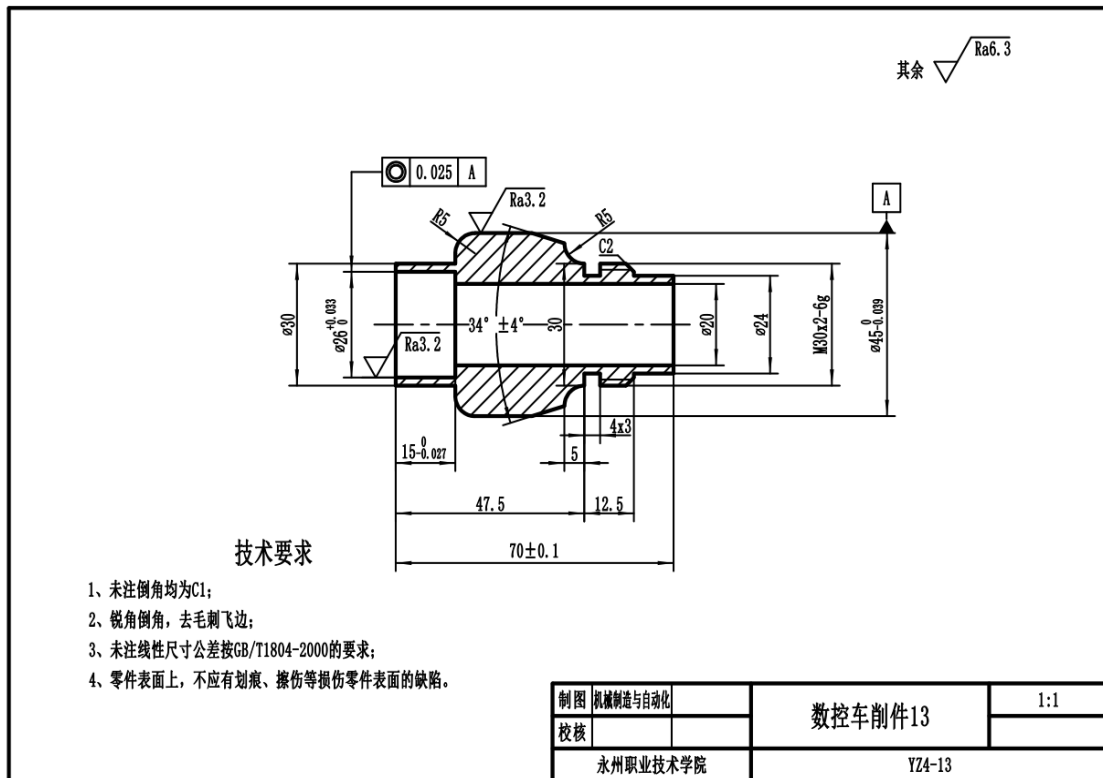

图 4-13 数控车零件 13
**任务 1:** 要求学生能按照相应的生产流程和作业标准完成图 4-13 零件的工艺编制, 并满足零件图的质量要求, 能正确填写相关工艺文件。
**任务 2:** 要求学生按照相应的生产流程和作业标准完成图 4-13 零件的加工, 并满足零件图的质量要求。毛坯尺寸:  $\phi 50 \times 80$  (单位 mm), 材料: 2A12 棒材,